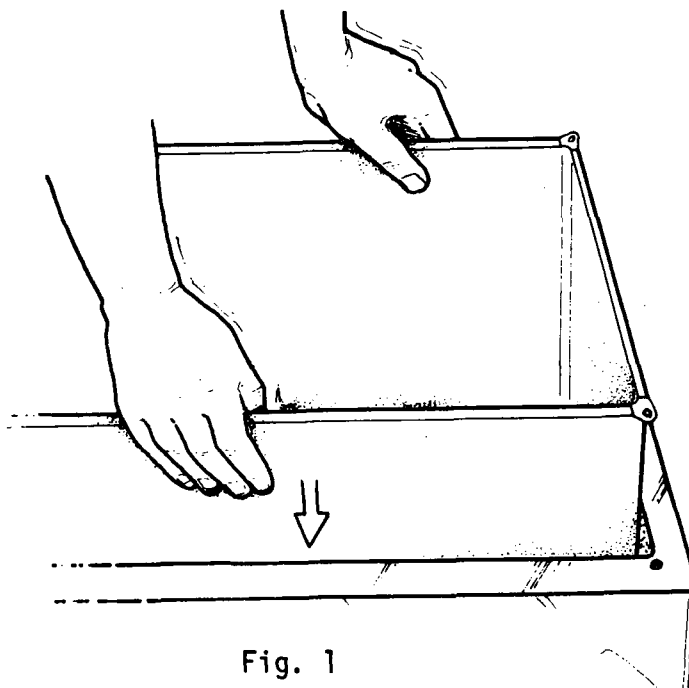

Fig. 1
- a Posicione o gabinete (fig. 1).